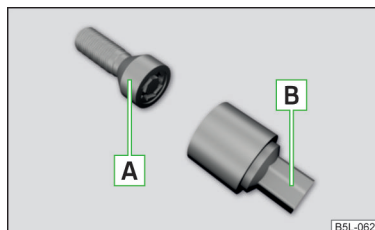

Fig. 273
Șuruburile de roată antifurt protejează roțile împotriva unui furt. Acestea pot fi **slăbite/strânse** exclusiv cu adaptorul B » fig. 273.
- ▶ Introduceți cheia de roți pe șurub până la capăt. Pentru șuruburile de roată antifurt folosiți adaptorul corespunzător » fig. 273 la pagina 230.